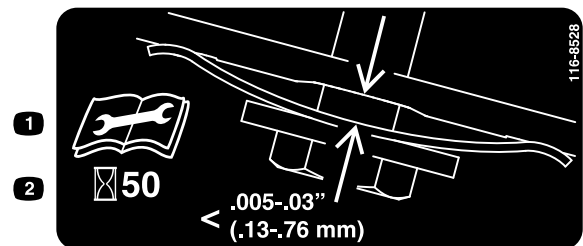

**Figura 30**
1. Afloje los 2 cierres de cuarto de vuelta del panel de acceso a la cubierta de la correa y retire el panel (Figura 30).
**Nota:** Si hay un espacio visible entre la galga y el muelle, apriete el perno de ajuste y la contratuerca hasta que la galga apenas pueda deslizarse libremente por el espacio (Figura 30).